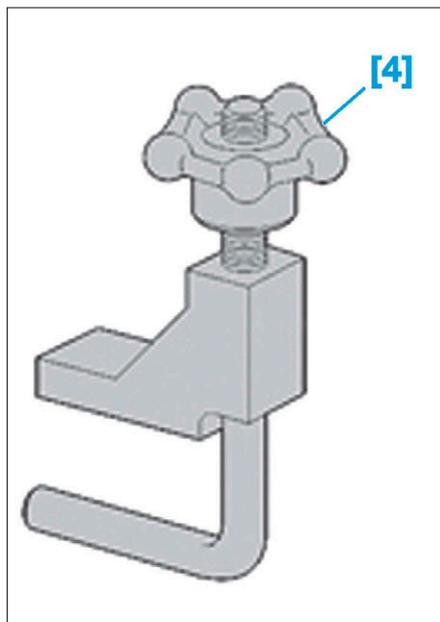

FIG. 4
- [4]. Pince courroie (réf. 0188-AD) (Fig.4).